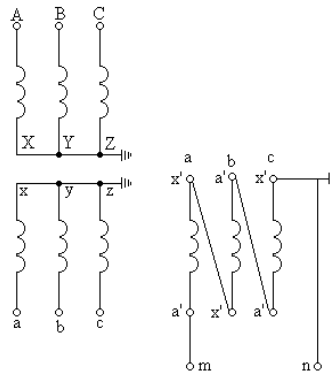

Рис.6
3. Определить напряжение на выходных зажимах тп фильтра напряжения нулевой последовательности, у которого вторичная обмотка фазы b подключена неправильно (см. рис.6) – перепутаны начало и конец обмотки, по данным: междуфазное напряжение в месте установки TV0 равно 105 кВ; коэффициент трансформации между первичной обмоткой и обмоткой фильтра равно  $n_{U0} = \frac{110/\sqrt{3}}{0,1}$ .